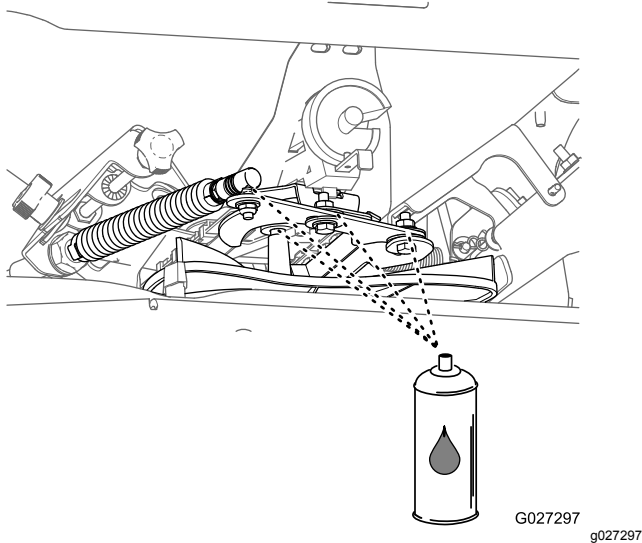

Figura 49
9. Aplique un lubricante hidrófugo a los componentes según se muestra en Figura 49.